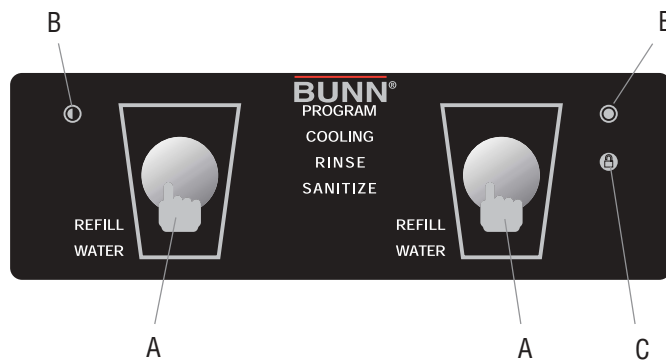
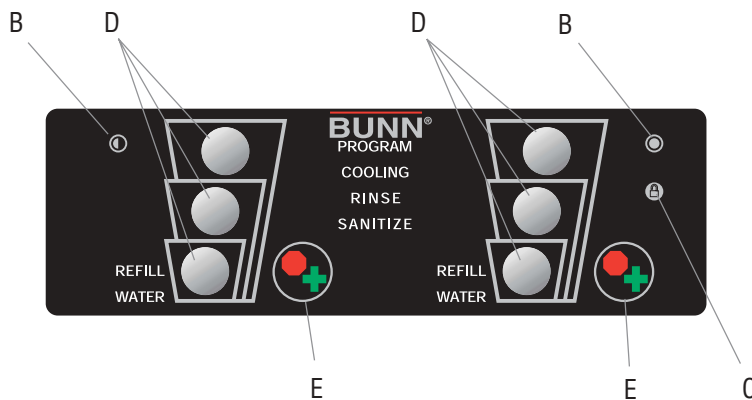

FIG 5 Modelos de Pulsación y Retención.
FIG 6 Modelos de Control de Porciones
Pulse y mantenga pulsado el Interruptor “+/STOP” Fig 5, hasta que el concentrado se distribuya desde la tobera de distribución.
Modelos Pulse y Retenga (Consulte la Fig 5)
Modelos de Control de Porciones (Consulte la Fig 6)
5. Pulse y libere el Interruptor de Distribución de Producto (“Product Dispense Switch”) apropiado. Fig 5. Esto iniciará un ciclo de enjuague temporizado. Los usuarios del control de porciones pueden pulsar cualquiera de los 3 Interruptores de Distribución de Producto (“Product Dispense Switches”) Fig 6, para comenzar un ciclo de enjuague temporizado.
5. Pulse y mantenga pulsado el interruptor de higienización (“Sanitize Switch”) de la Fig 5, ubicado en la parte frontal izquierda” de la base, durante 5 segundos. El indicador de higienización (“SANITIZE”) en el panel delantero comenzará a destellar y el biper sonará dos veces indicando que ingresó a la modalidad de higienización.